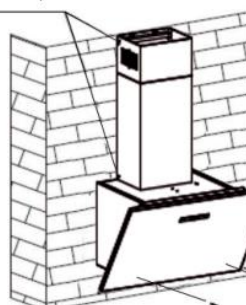

Рис. 5
5. Закрепите внутренний и внешний короба к креплениям с помощью 2 болтов (ST4\*8мм). Закрепите корпус болтами (ST4\*30 мм) (см. рисунок 5).